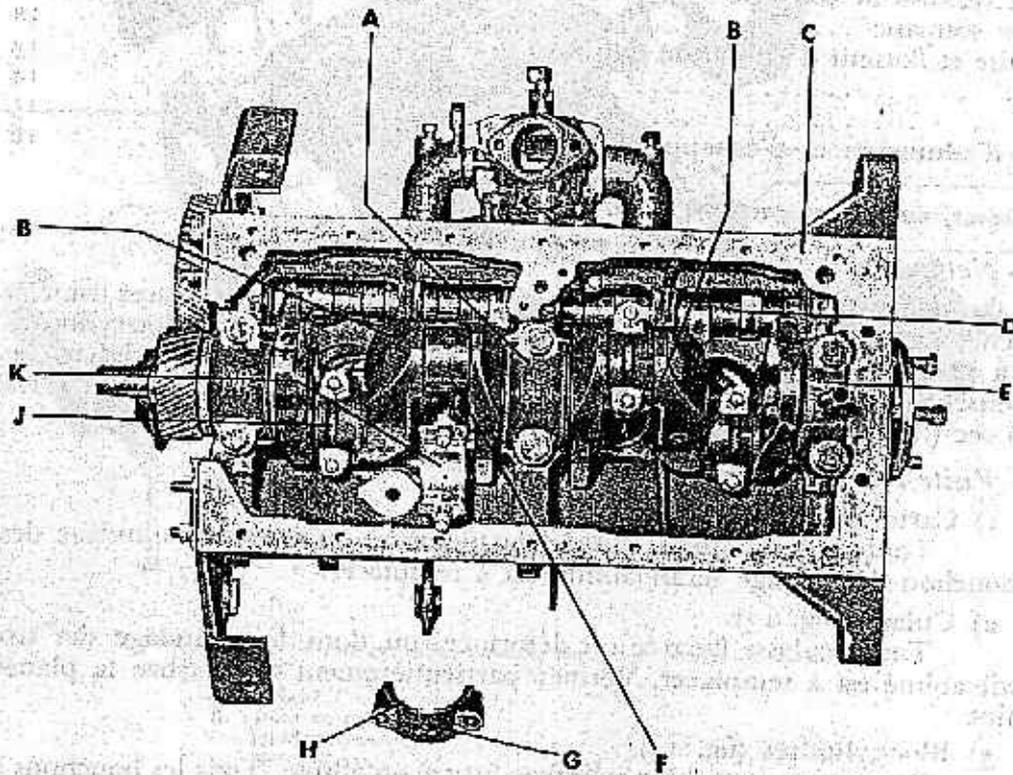

FIGURE 12. — Dépose de l'ensemble bielle piston.
K. — *Dépose des ensembles pistons-bielles (fig. 12).*